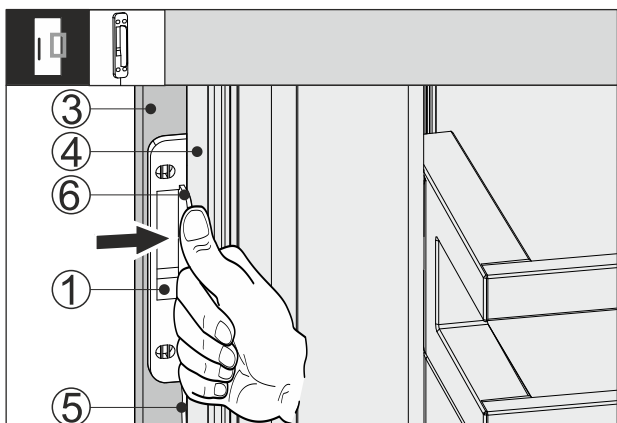

Fig. 66
- Pousser le capteur de frappe Fig. 66 (1) entre la façade du meuble Fig. 66 (3) et la porte de l'appareil Fig. 66 (4) de manière à légèrement tendre le câble Fig. 66 (5). La butée Fig. 66 (6) du capteur de frappe est contre la porte de l'appareil Fig. 66 (4).
- Presser le capteur de frappe Fig. 66 (1) contre la façade du meuble Fig. 66 (3).
- ▷ Le capteur de frappe Fig. 66 (1) est collé. Coller le capteur de frappe permet d'optimiser la transmission du signal de frappe.
La fixation permanente du capteur de frappe Fig. 66 (1) augmente sa durée de vie.
- Avec les vis fournies, visser le capteur de frappe Fig. 66 (1) sur la façade de l'appareil Fig. 66 (3).